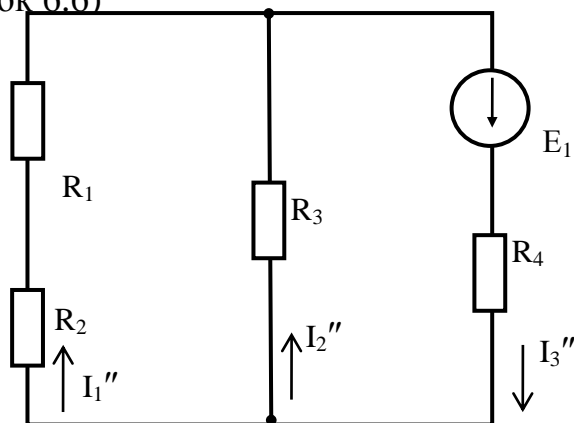

Рисунок 6.6 – Схема 2 для определения частичных токов
4) Исключаются все ЭДС, кроме E_2 , вся остальная часть цепи остается без изменений (рисунок 6.6)